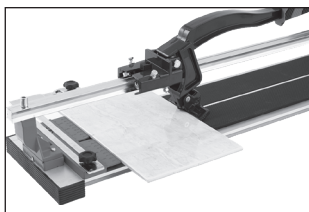

рис. 1
2. Зафиксируйте плитку на станине плиткореза так, чтобы размеченная линия реза совпадала с траекторией перемещения каретки, на которой закреплен режущий ролик. Для этого на платформе имеется центровая метка, по которой удобно регулировать положение плитки, и угольник-линейка, дающий дополнительную фиксацию (рис. 1).